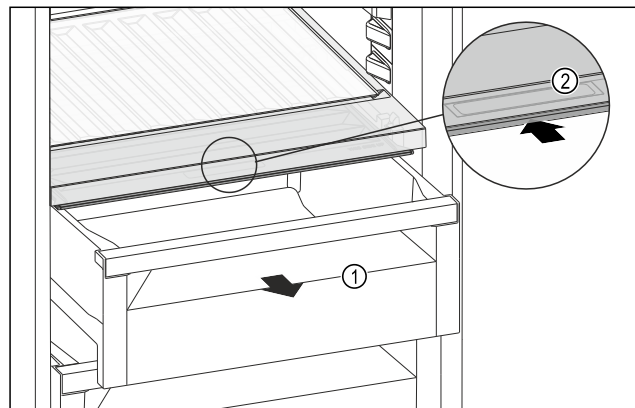

Fig. 159
- ▶ Извлеките выдвижной ящик *Fig. 159 (1)*.
- ▶ Возьмитесь за утопленную ручку *Fig. 159 (2)* на крышке отделения и одновременно введите крышку отделения назад.